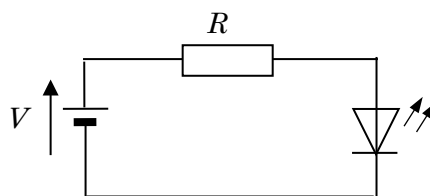
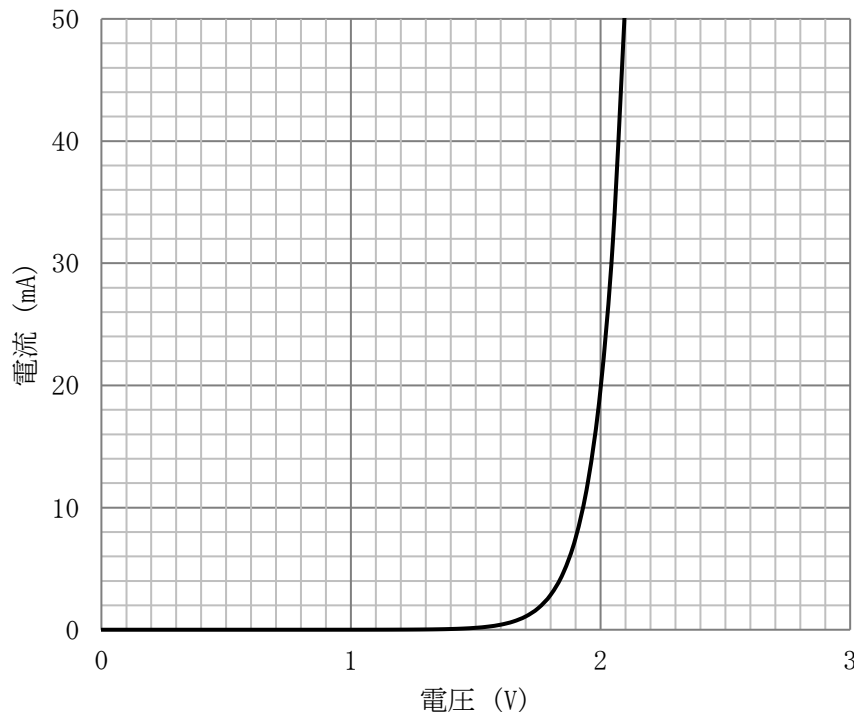

図 8. LED を含む電気回路
図 9. LED の順方向電圧電流特性
LED を発光させる電気回路を設計する際に重要なことの一つとして、LED に流れる電流を制限するために接続する抵抗の抵抗値を適切に選び、さらにその抵抗で消費される電力を求めておく必要があることが挙げられる。ここでは、図 8 のような電気回路を設計することを考える。この電気回路について、以下の問いに答えよ。ただし、電圧 V は 3.0 V であり、図 8 の LED の順方向電圧電流特性は図 9 で表されるようなものであるとする。
1) 図 8 の LED に順方向に 20 mA の電流を流すには、LED にかかる電圧をいくらにすればよいか答えよ。
2) 1) で回答した電圧を LED に加えるには、図 8 の抵抗 R にかかる電圧をいくらにすればよいか答えよ。途中式も書くこと。